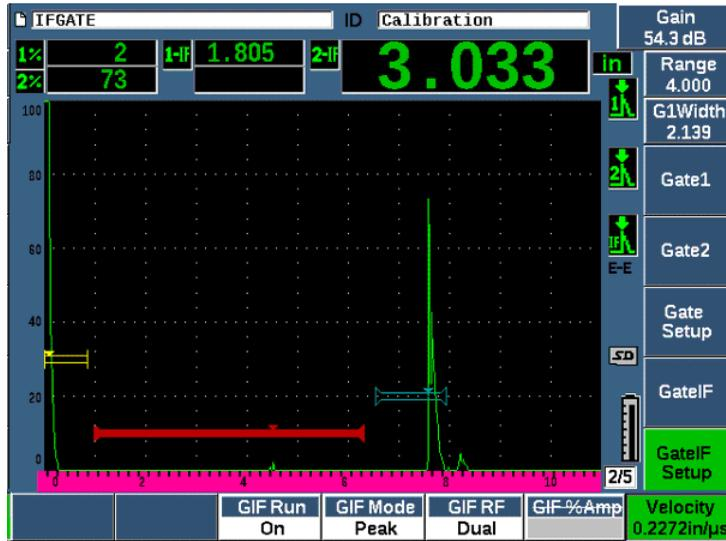

Рис. 11-33 Настройка скорости звука в материале
3. С помощью ручки регулятора или курсорных клавиш установите значение скорости звука (см. Рис. 11-33 на стр 289).